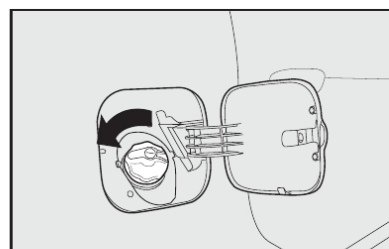

fig. 118
- Gire a tampa no sentido anti-horário **fig. 118** até o seu completo desalocamento;